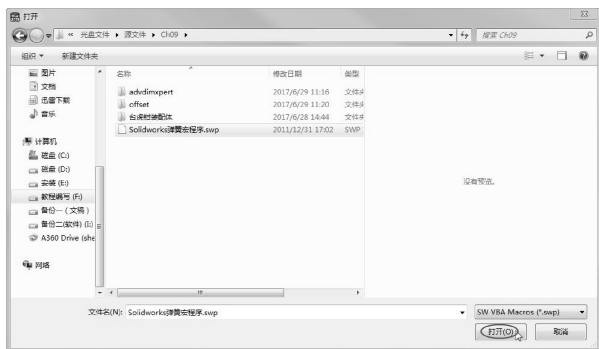

图 5-88 打开宏程序
- 03 在菜单栏中执行【工具】|【宏】|【运行】命令, 然后打开本例源文件【SolidWorks 弹簧宏程序.swp】, 如图 5-88 所示。